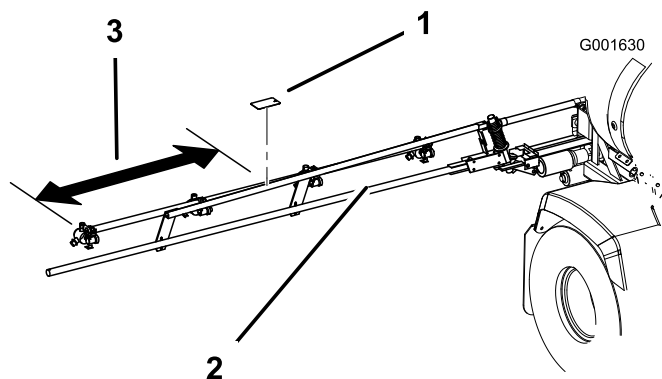
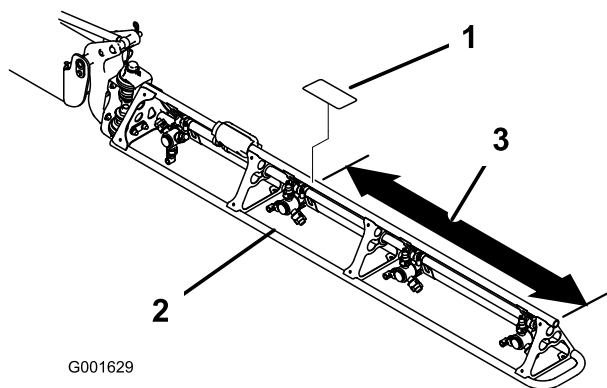

図 10
図 11
1. 図 10 または 図 11 に示すようにブーム先端から測る。